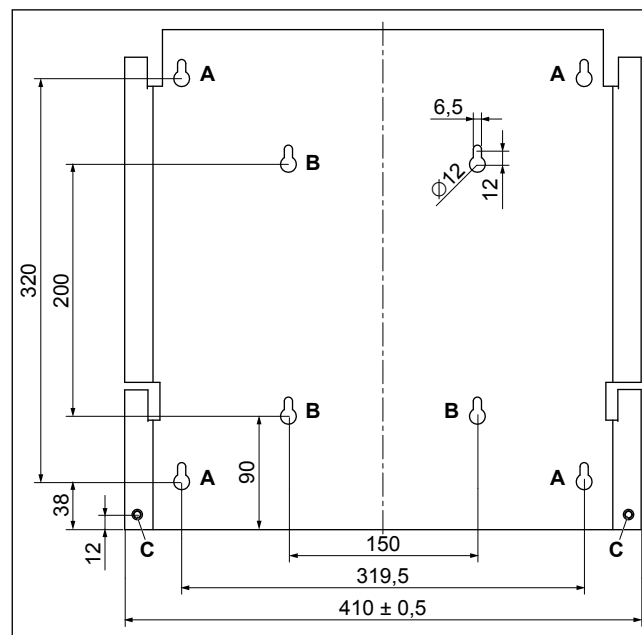

Fig. 7.4: Disegno quotato della piastra di montaggio
1. Montare la piastra di montaggio sulla parete utilizzando almeno 4 viti (\varnothing 6 mm) e tasselli. Per le 4 viti utilizzare i 4 fori **A** o i 4 fori **B** (vedi Fig. 7.4, p. 27).
2. Fissare l'inverter solare alla piastra di montaggio applicando i dadi di montaggio e le rondelle sui perni filettati e poi stringendoli (vedi Fig. 7.4, p. 27, posizione C). (I perni filettati vanno utilizzati anche per collegare il cavo di messa a terra all'inverter solare.)
- **Rondella di sicurezza** per collegare il cavo di messa a terra all'inverter solare (vedi Fig. 7.4, p. 27, posizione C).